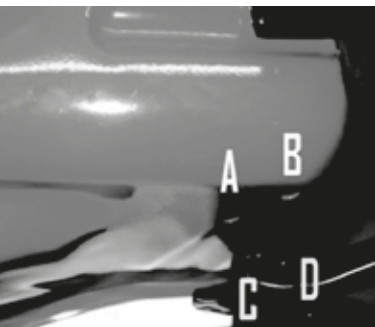

Figura 1.
Fijación de la manija. Coloque el perno (C) de la manija en el orificio inferior (A) de la carcasa. Repetir la misma operación del lado opuesto. (Figura 1)
Una vez colocada la manija inferior (Figura 1 y 2,) se toma la manija superior (extremo curvo hacia arriba) y se coloca sobre la inferior haciendo que coincidan sus orificios ajustándolas con el tornillo y la mariposa correspondiente.
Se retiran los dos tornillos (E) de la parte posterior de la llave (Figura 1) dejando así al descubierto las dos patitas para que coincidan con los